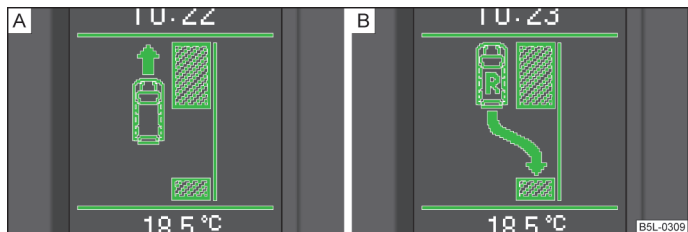

Fig. 122 Display-ul cu informații: Spațiu de parcare recunoscut cu indicația de a continua deplasarea și de selectare a treptei marșarier
- > Când sistemul de asistență direcție la parcare a recunoscut un spațiu de parcare adecvat, spațiul de parcare va fi afișat pe afișajul informativ » fig. 122.
- > Continuați deplasarea până apare afișajul » fig. 122.